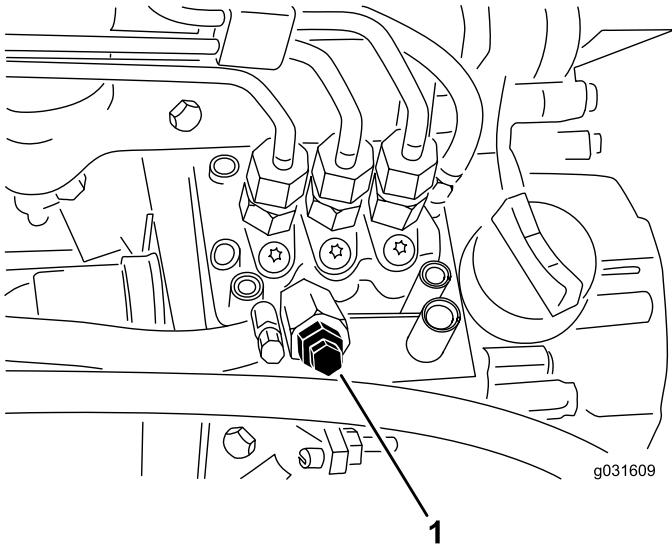

Figure 52
4. Desserrez la vis de purge sur la pompe d'injection (Figure 52).